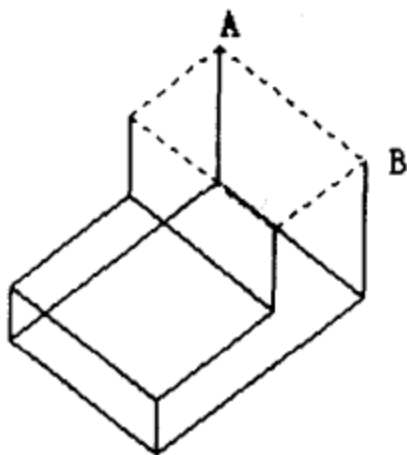

图 7-8 选择直线 AB
选择第一条直线或[多段线 (P) /距离 (D) /修剪 (T) /方式 (N) /多个 (U)]: 选择直线 AB, 顶面加亮变为虚线, 如图 7-8 所示。